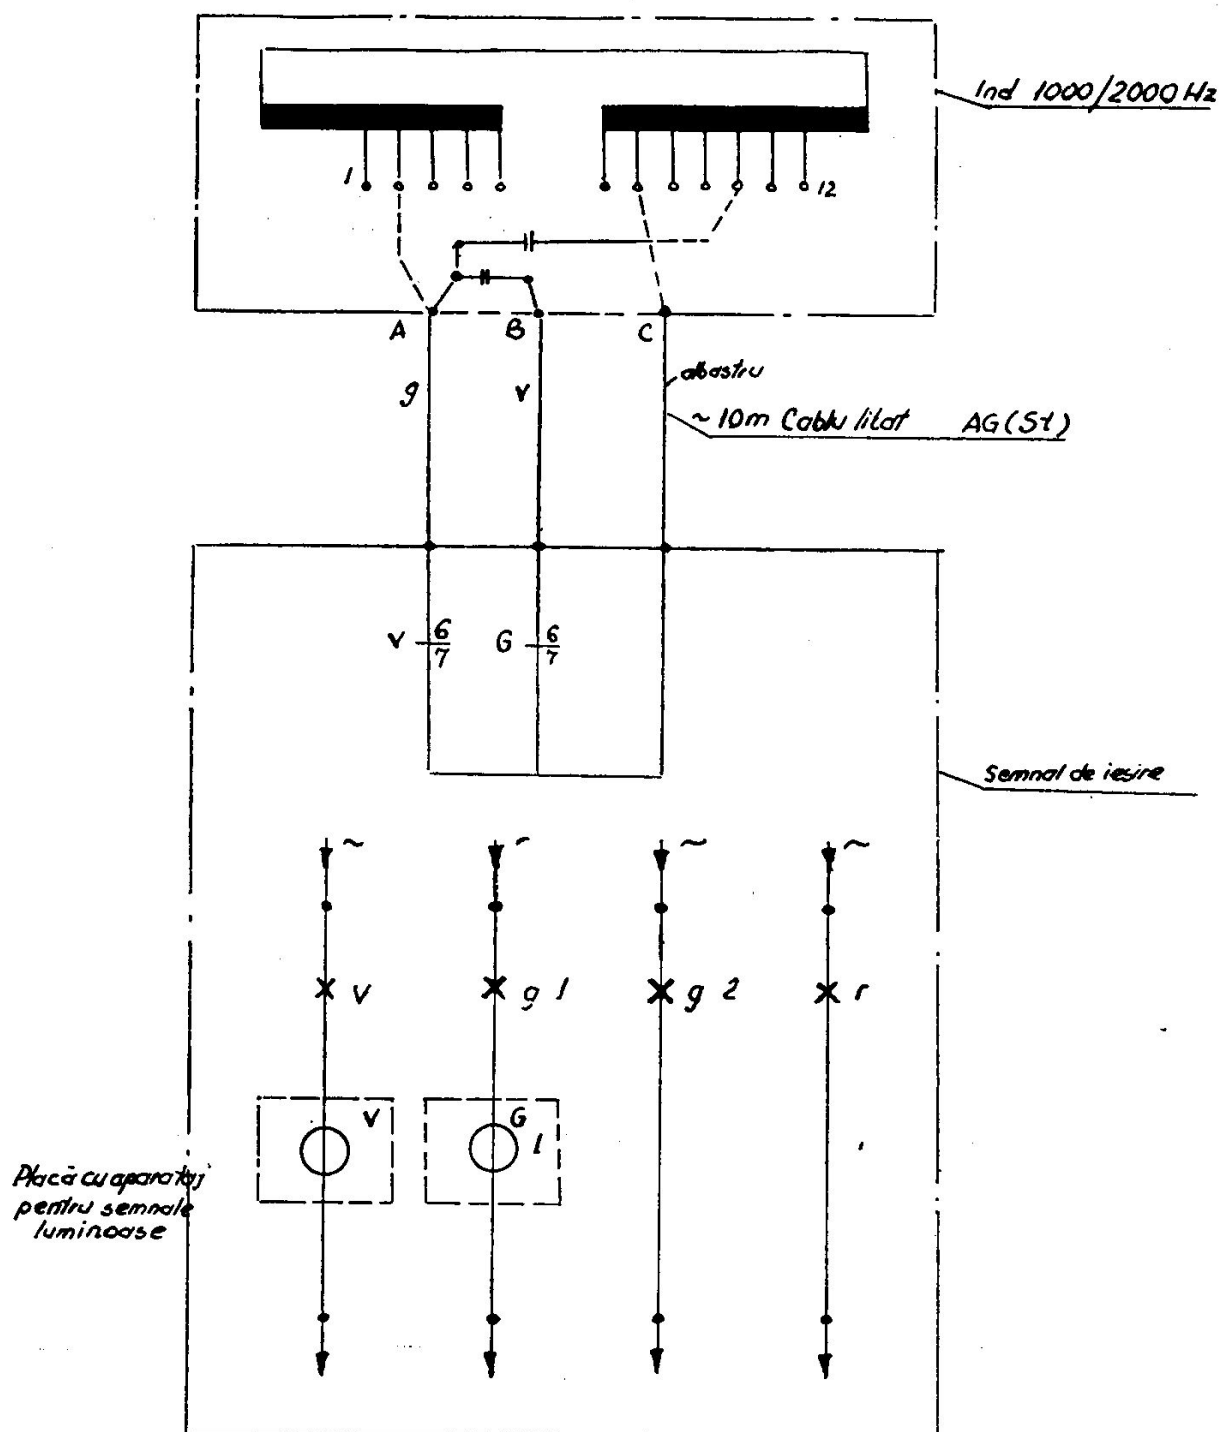

Fig. 69 Schema electrică și conectarea la semnalul de ieșire, alimentat în curent alternativ, de la linia abătută, pe secții cu B.L.A.
o) Semnalul de „ieșire” alimentat în curent continuu de la linia abătută, pe secții cu B.L.A., echipat cu inductor de cale de 1 000/2 000 Hz (fig. 69).